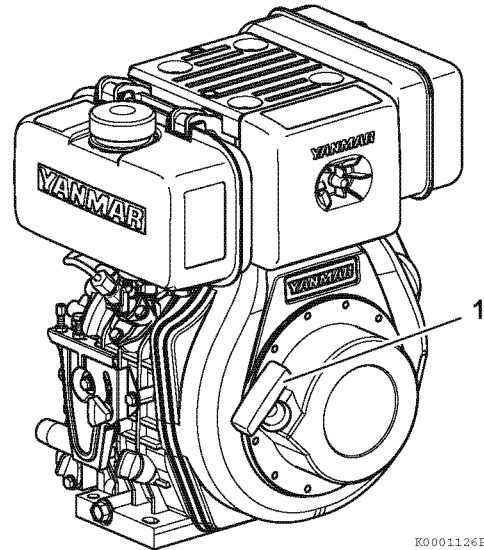

Abbildung 6
1. Seilzuganlassergriff fassen (1, **Abbildung 6**).
5. Seilzuganlassergriff fassen (1, **Abbildung 6**).